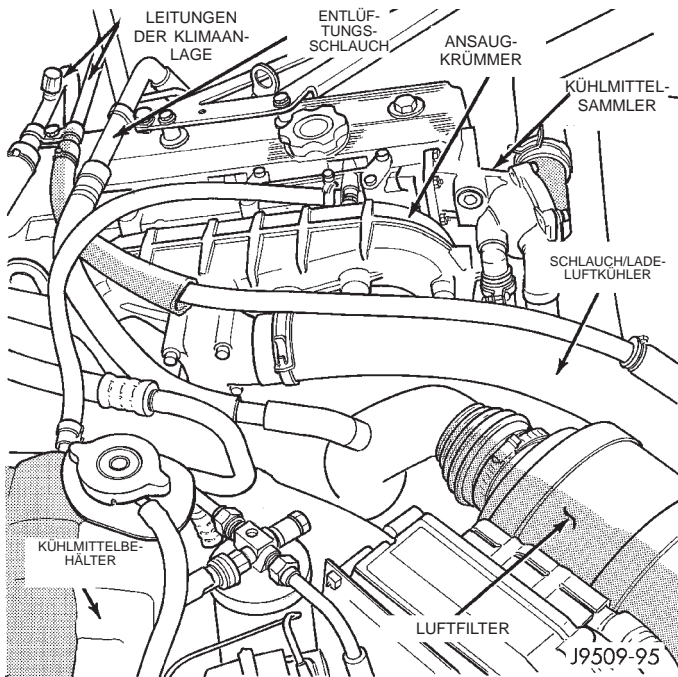

Abb. 9 Motor rechts
- (3) Kühlmittel ablassen. Siehe hierzu Kapitel 7 "Kühlsystem".
- (4) Kältemittel ablassen (je nach Ausstattung). Siehe hierzu Kapitel 24 "Heizung Klimaanlage".
- (5) Unteren Kühlerschlauch entfernen.
- (6) Oberen Kühlerschlauch und Kühlmittel-Rücklaufschlauch entfernen (Abb. 9).
- (7) Oberen Querträger demontieren, siehe entsprechenden Arbeitsgang in Kapitel 23, "Karosserie".
- (8) Luftfilterschlauch vom Turbolader und Entlüftungsschlauch demontieren.
(11) Kühler, Verdampfer/Klimaanlage und Lüfterabdeckung vom Motor wegkippen.
(12) Lüfter demontieren und in die Lüfterabdeckung einsetzen.
(13) Lüfter, Lüfterabdeckung, Kühler und Verdampfer/Klimaanlage als Baugruppe ausbauen.
(14) Heizungsschläuche und Schlauch/Kühlmittelrücklaufbehälter abklemmen (Abb. 9).
(15) Kraftstoffleitungen demontieren, Kraftstofffilter ausbauen. Siehe hierzu Kapitel 14, "Kraftstoffanlage".
(16) Bei Ausstattung mit Klimaanlage die Absperrventile demontieren und die Kompressoranschlüsse verschließen (siehe hierzu Kapitel 14, "Kraftstoffanlage").
(17) Rückschlagventil vom Bremskraftverstärker demontieren (je nach Ausstattung).